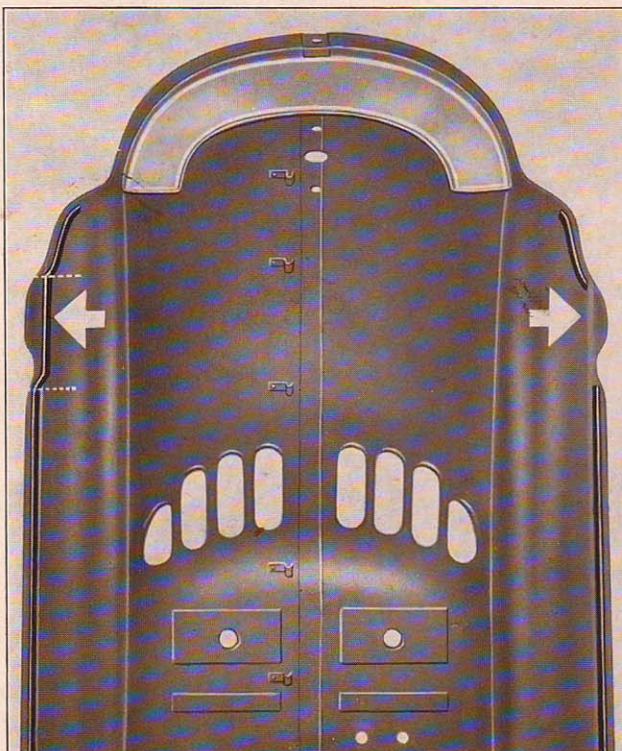

Abbildung 1
1. An den in Abbildung 1 mit einem Pfeil bezeichneten Stellen den einpunktierten Verstärkungssteg entfernen. (Im Bild auf der rechten Seite bereits entfernt, links noch vorhanden.)